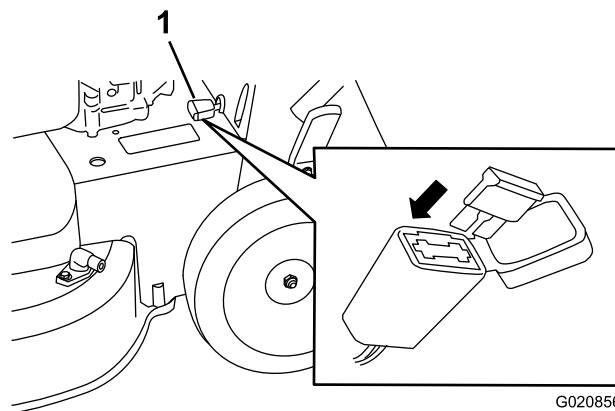

Figura 32
1. Aprite il portafusibili sigillato e sostituite il fusibile (Figura 32).